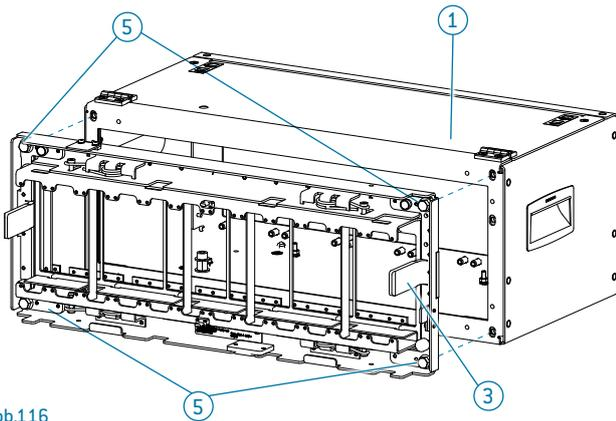

Abb.116
- ▶ Setzen Sie den FOUR A Adapter (3) an das passende Elektronikgehäuse (1) heran.
- ▶ Montieren Sie die im FOUR A Adapter (3) vormontierten Befestigungsschrauben (5) am Elektronikgehäuse (1).
- ▶ Siehe Abb. 116